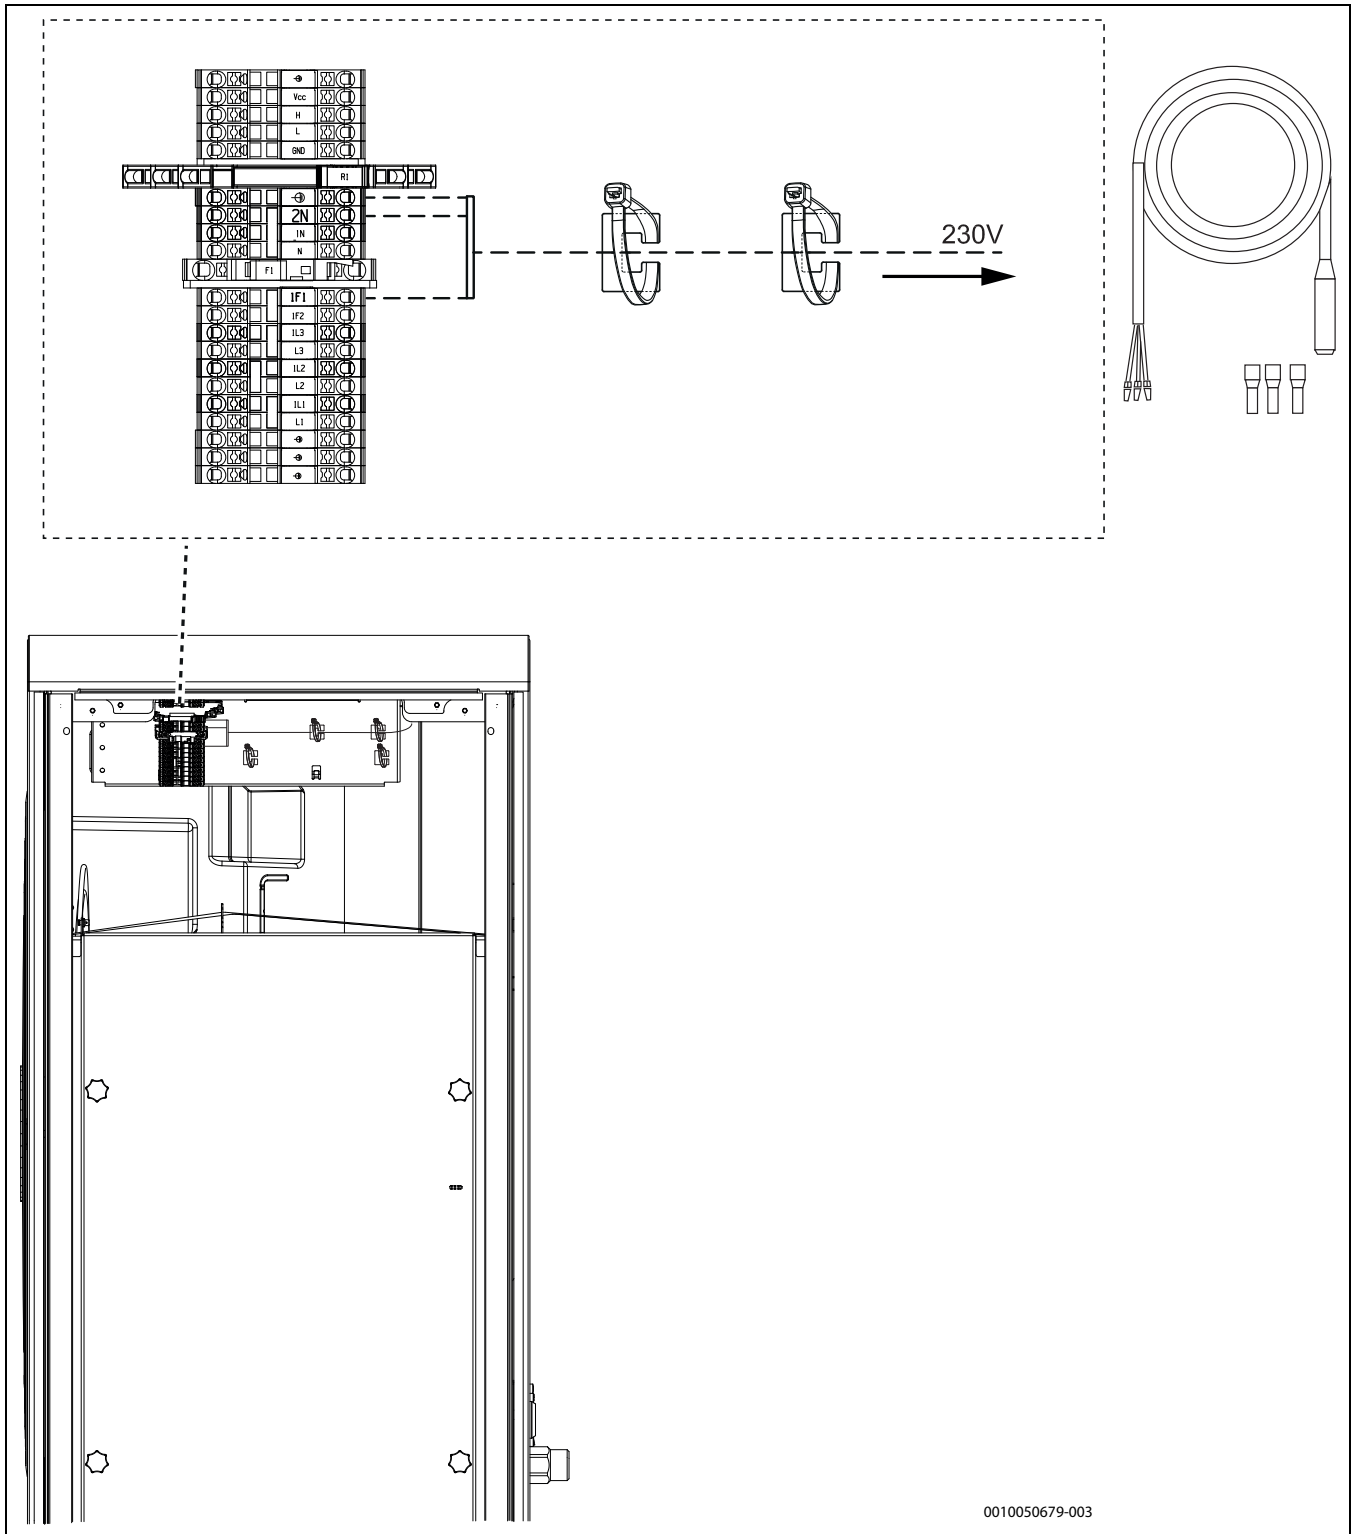

Fig. 39 Raccord du câble chauffant (accessoire)
- ▶ Raccorder le câble conformément à la → figure 39.